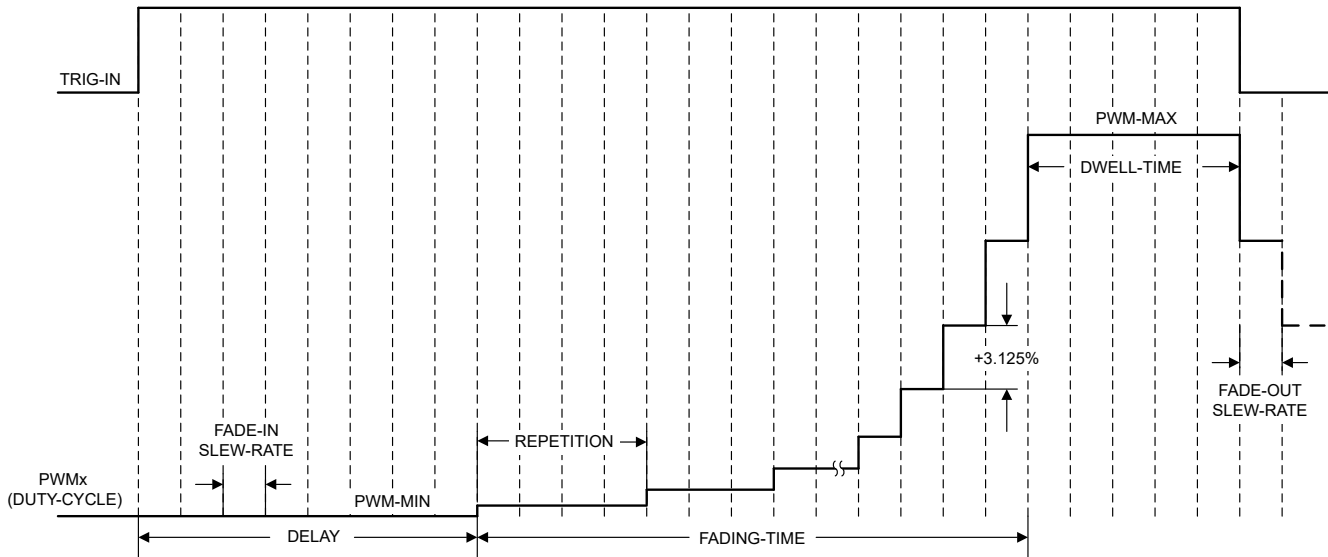

图 7-6. 淡入淡出详细时序图
默认情况下，DAC43901-Q1 配置为 PWM 淡入淡出并使用默认设置，如表 7-4 所示。要更改 SRAM 的设置，请将 SRAM 地址写入 SRAM-ADDR 寄存器，然后将数据写入 SRAM-DATA 寄存器。寄存器位置可以用单个 I²C 或 SPI 序列直接写入。在淡入淡出模式或动画模式下，基本设置为淡入或淡出 SLEW_RATE，如图 7-6 所示。SLEW_RATE 定义了应用的时序分辨率。当 SLEW_RATE 与淡入或淡出中的步进数相乘时，会获得淡入或淡出时间。可以使用方程式 4 来计算 SLEW_RATE：在对数淡入或淡出中，步进数是非线性的，并且还取决于起始和结束占空比设置。总淡入或淡出时间通过方程式 5 和表 7-5 来计算。淡入可以在延迟之后开始，该延迟的计算方式为方程式 7。CH0-DELAY 定义了 PWM0 的淡入延迟，而 COM-DELAY 定义了 PWM1 的淡入延迟。即使通过为 FADE-IN SLEW_RATE 写入 0 来禁用淡入，也会应用该延迟。这种情况下将考虑预定义的延迟设置 256。淡出没有延迟。
- t_{FADE} 为总淡入或淡出时间，如图 7-6 所示。